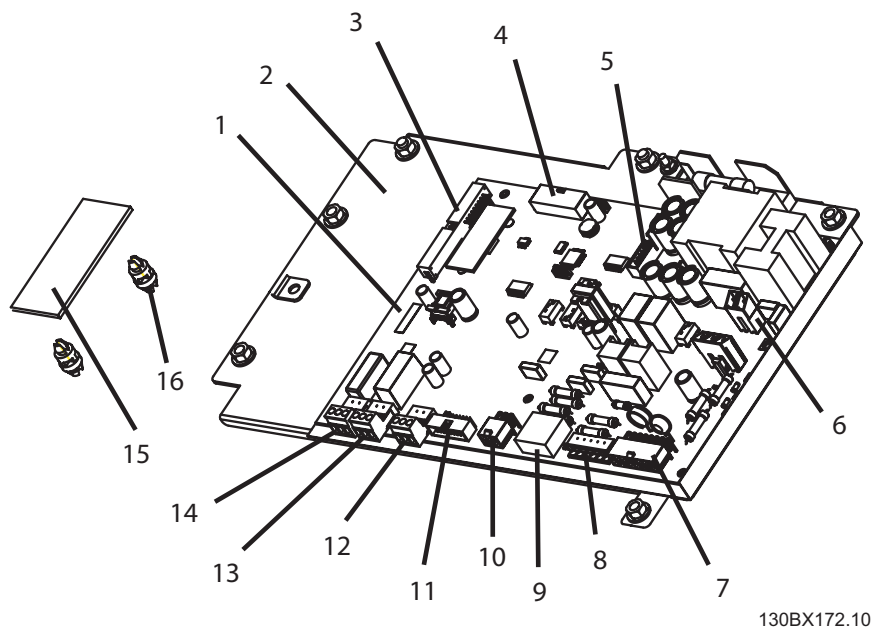

Ilustración 7.2: Tarjeta de alimentación y placa de montaje
3. Para quitar la placa de montaje de la tarjeta de alimentación, junto con la propia tarjeta fijada a ella, desenchufe los conectores MK100, MK102, MK105, MK106, MK107 y MK109 (véase la ilustración 7-2).